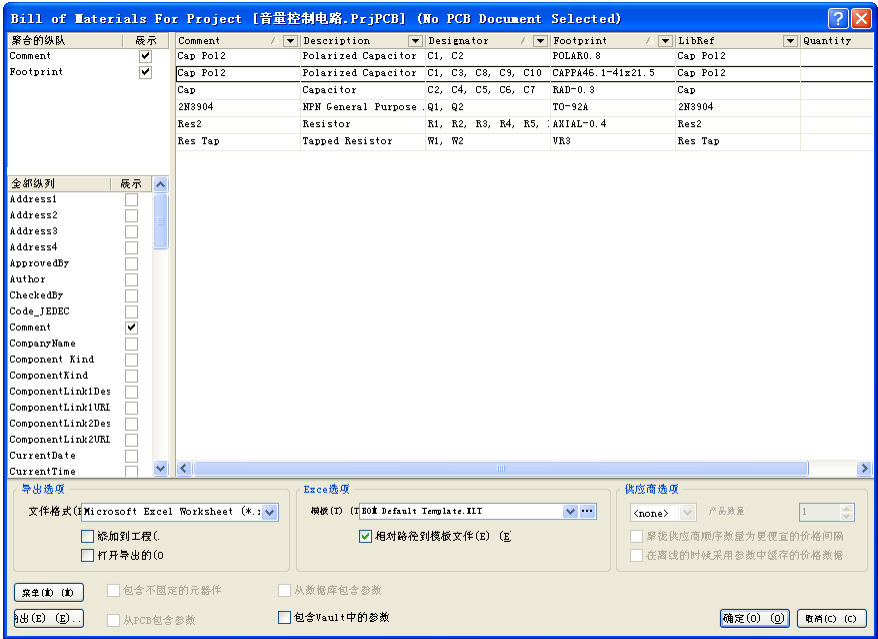

图 4-45 设置元件报表
Step3 单击菜单栏中的“报告”\“Bill of Materials（元件清单）”命令，系统将弹出相应的元件报表对话框，如图 4-45 所示。